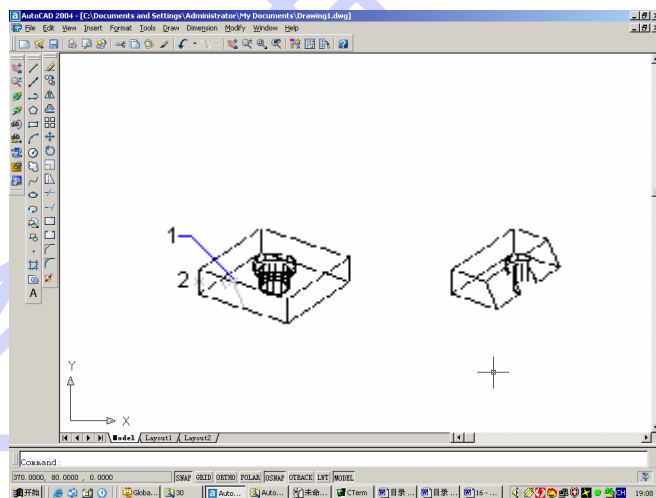

图 16-37 用指定平面剖切实体
(4) Zaxis。指定平面作为剖切平面剖切实体，如图 16-37 所示。